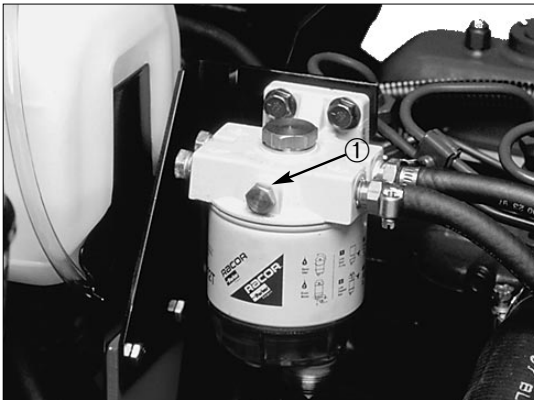

Bild 15
2. Brechen Sie die Entlüftungsschraube an der Oberseite des Kraftstofffilters/Wasserabscheiders (Bild 15) auf.